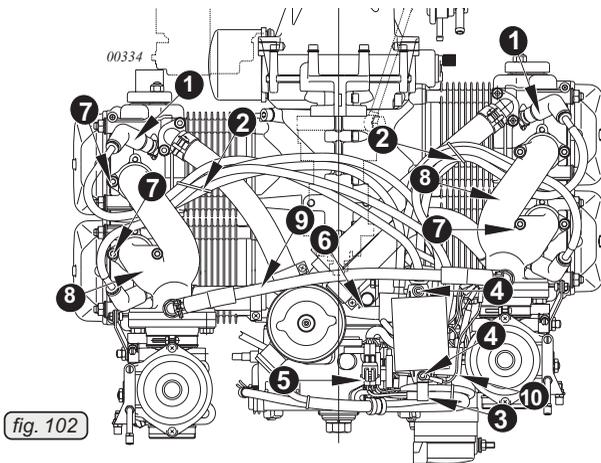

fig. 102
13.4.9) Desmontado del conjunto eléctrico de encendido Ver fig. 102.